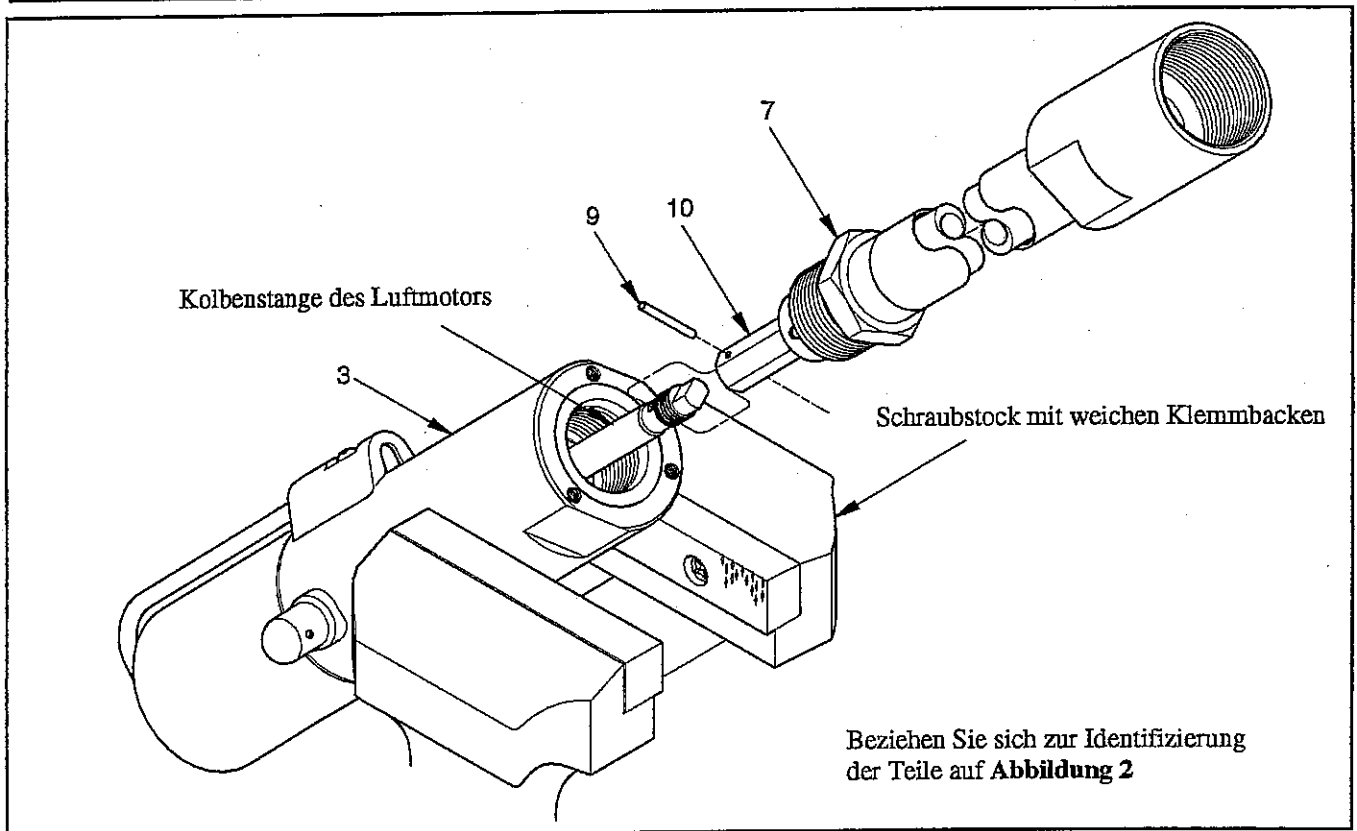

Figure 4 Separation of Pump Tube Assembly from Air Motor
1. Die Pumpenbaugruppe in einen Schraubstock mit weichen Klemmbacken einspannen. Siehe **Abbildung 4**.
2. Den Rohradapter (7) von der Luftmotorbaugruppe (3) abschrauben.
3. Den Stift (9) entfernen, mit dem die Kupplungsstange (10) an die **Kolbenstange des Luftmotors** befestigt wird.